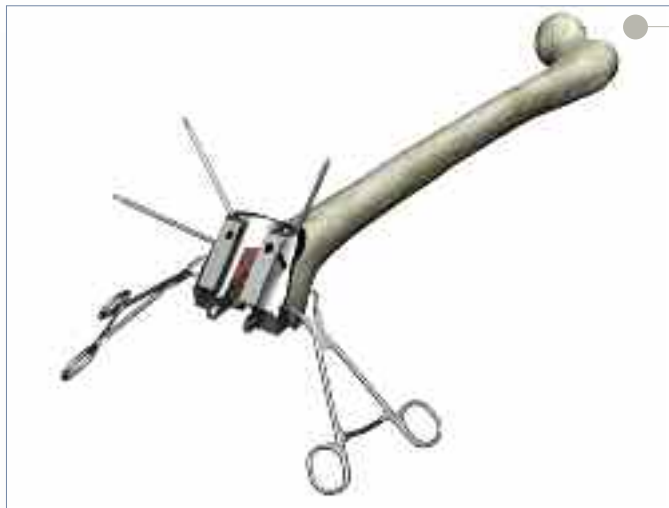

Figura 20
- ▶ Una vez que el bloque para escotadura esté colocado al ras de los cortes anterior, bisel anterior y distal del fémur, introduzca clavijas sin cabeza de 1/8 pulg. por los orificios angulados ("X") en las superficies anterior o del bisel anterior del bloque (hay cuatro orificios "X", cada uno a 15°) (**Figura 20**).